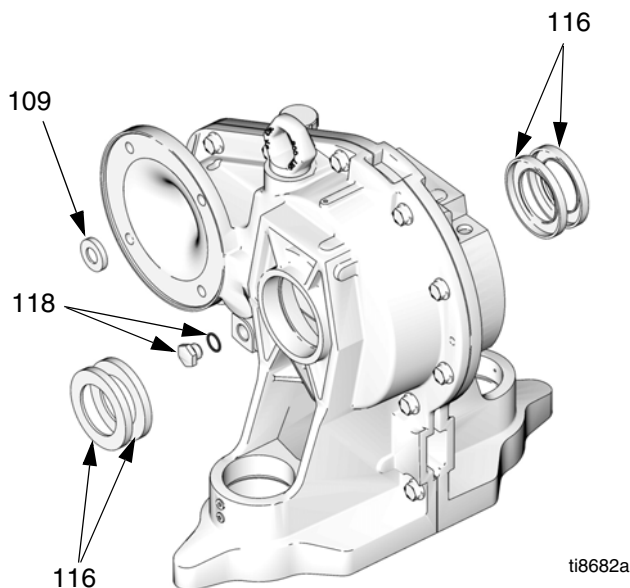

FIG. 24. Joints du démultiplicateur
5. Retirez les quatre vis (12) et les deux capots (21, 32).
6. Consultez la FIG. 24. Sur le coté moteur du démultiplicateur, dévissez le bouchon de vidange d'huile (118) avec le joint. Percez le joint d'entrée (109) avec une vis pour tôle en acier trempé et sortez-le.